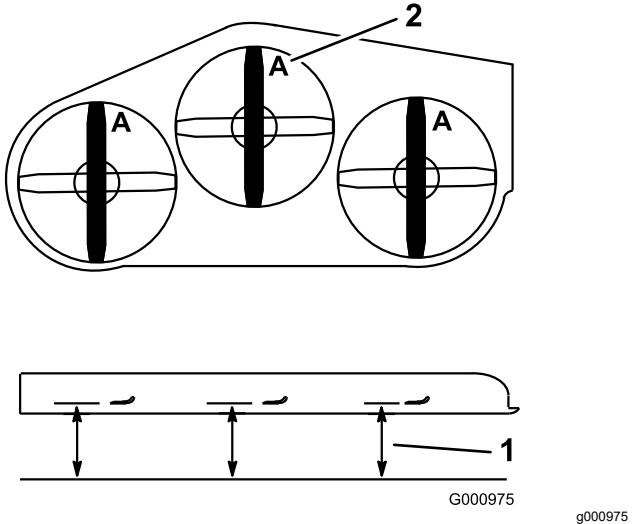

Рисунок 98
- Измерьте высоту в точке **A** и от горизонтальной поверхности до режущей кромки на конце ножа (Рисунок 98).